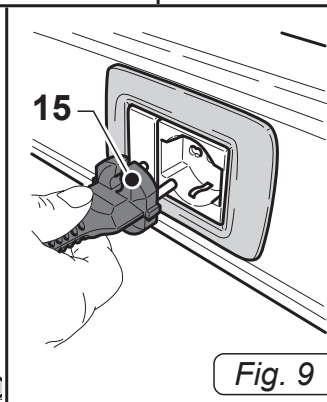

Fig. 9
- Inserire la spina (15 Fig.9) nella presa di corrente.
- Staccare la spina (15 Fig.9) dalla presa di corrente.